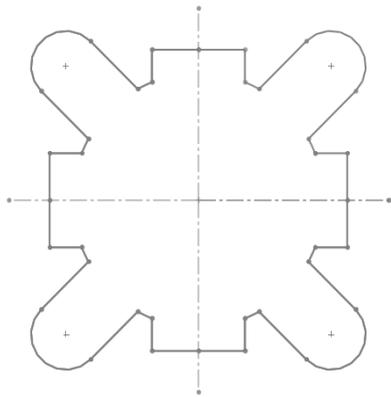

图 2-104 最终生成的气缸体截面草图
(9) 保存草图。单击“退出草图”按钮, 单击“快速访问”工具栏中的“保存”按钮, 将文件保存为“气缸体截面草图.sldprt”, 最终生成的气缸体截面草图如图 2-104 所示。